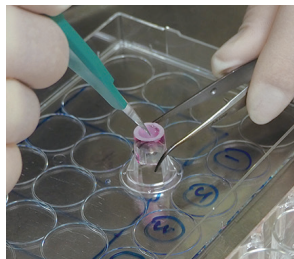

図1.膜の切り出しの様子
- (1) 培地を除き、PBSで洗浄した後に固定液で適宜固定し、固定液除去後にPBSで洗浄する。
- (2) ピンセットを用いてインサートを取り出し、インサートを上下逆さにしてプレートのフタ等の上に置く。
- (3) 市販のディスポーザブルメス等を用いてフレームの線に沿ってコラーゲン膜の周縁部を慎重に切り取り、フレームからコラーゲン膜を取り出す（図1）。^{注1,2}